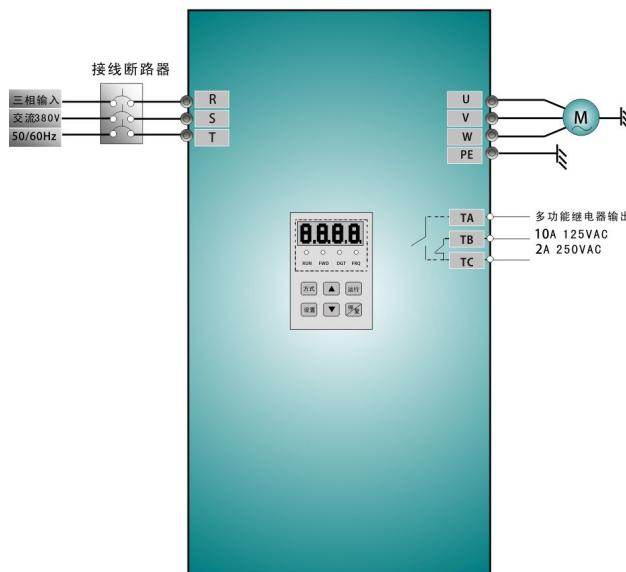

图 4-1 接线图 1
(1) 按图 4-1 配线，检查接线正确后，合上空气开关，变频器上电；
- (1) 按图 4-1 配线，检查接线正确后，合上空气开关，变频器上电；
- (2) 按方式键，进入编程菜单。
- (3) 进行电机参数测量；操作步骤与例 1 完全相同。
- (4) 设置变频器的功能参数：
- ① 进入 F132 参数，设置为 1，选择控制面板点动
- ② 进入 F106 参数，设置为 0，控制方式选择无速度传感器矢量控制；
- ③ 进入 F200 参数，设置为 0，选择操作控制面板运行命令控制方式；
- ④ 进入 F124 参数，设置点动运行频率为 5.00Hz；
- ⑤ 进入 F125 参数，设置点动加速时间为 30s；
- ⑥ 进入 F126 参数，设置点动减速时间为 30s；
- ⑦ 进入 F202 参数，设置为 0，选择正转锁定。